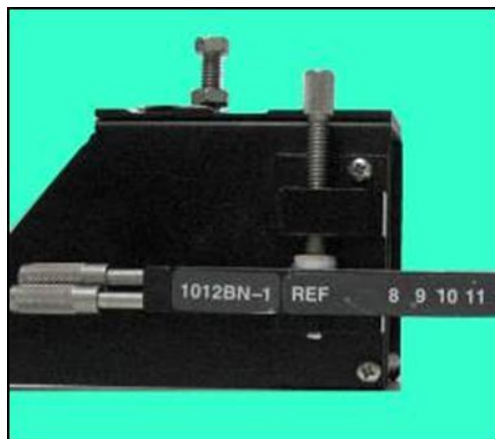

图 18 定位一个探头盒
- 2) 如下图 18，把一个探头盒上的固定螺钉紧固在定距棒的 REF 位置的孔中。